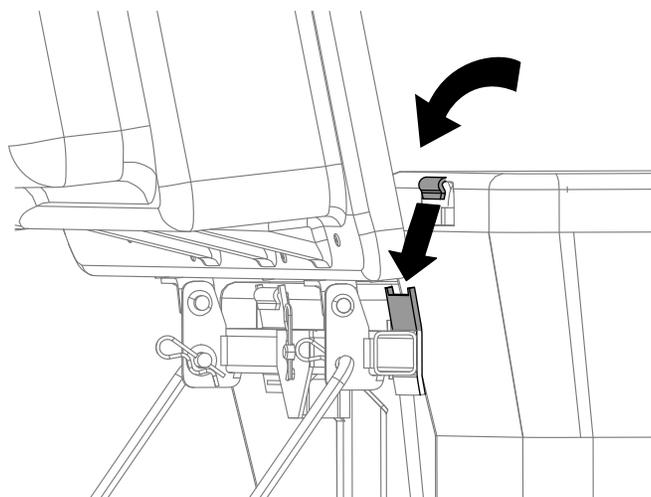

Figura 21
4. Eleve a parte superior do depósito de recolha de relva e instale os sacos montados na 9 Montagem dos sacos de relva (página 14) deslizando os ganchos da estrutura do saco para os suportes restantes (Figura 21).